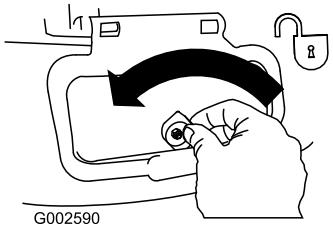

Bild 35
1. Entriegeln Sie die Seitauswurfklappe (Bild 35).